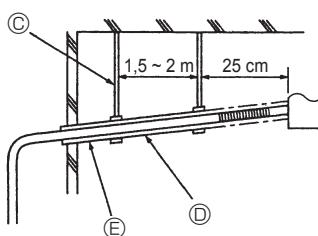

Fig. 8-2
- (4) Säkerställ att dräneringsrörledningen har ett sluttningsförhållande som är större än 1/100. (Fig. 8-2)
- ③ Stöd
- ④ Sluttningsförhållande större än 1/100.
- ⑤ Värmeisolering